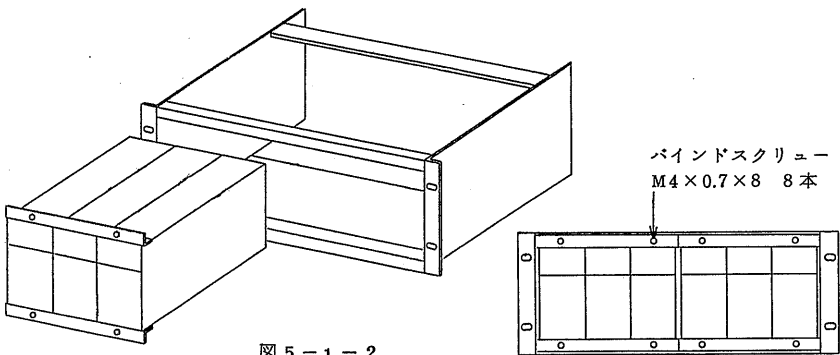

図 5-1-2
- (2) RMF-4 (RMF-4M) 形へ図 5-1-2 のように取付けます。